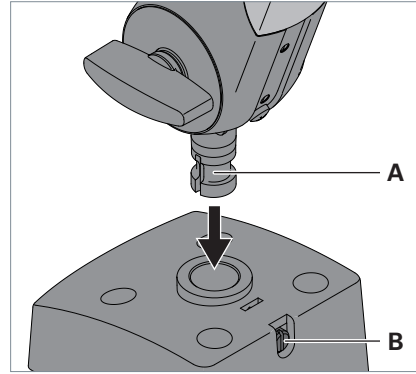

Fig. 2: Montaje de la lámpara al elemento de sujeción.
- ▶ Introduzca el perno **A** de la varilla de la luminaria en la apertura del elemento de sujeción, véase Fig. 2.